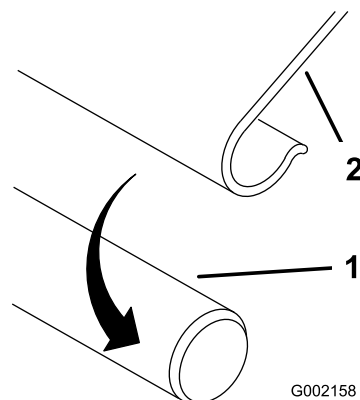

Figura 5
2. Encaixe as tiras em J sobre as barras da estrutura (Figura 5).